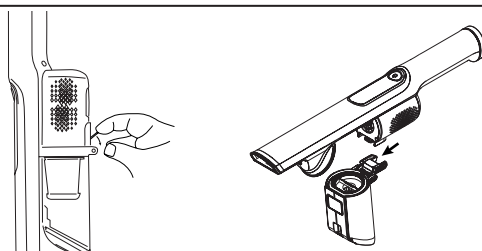

Fig.4
- Retirar el filtro de su alojamiento y desmontarlo para su limpieza (Fig.4).